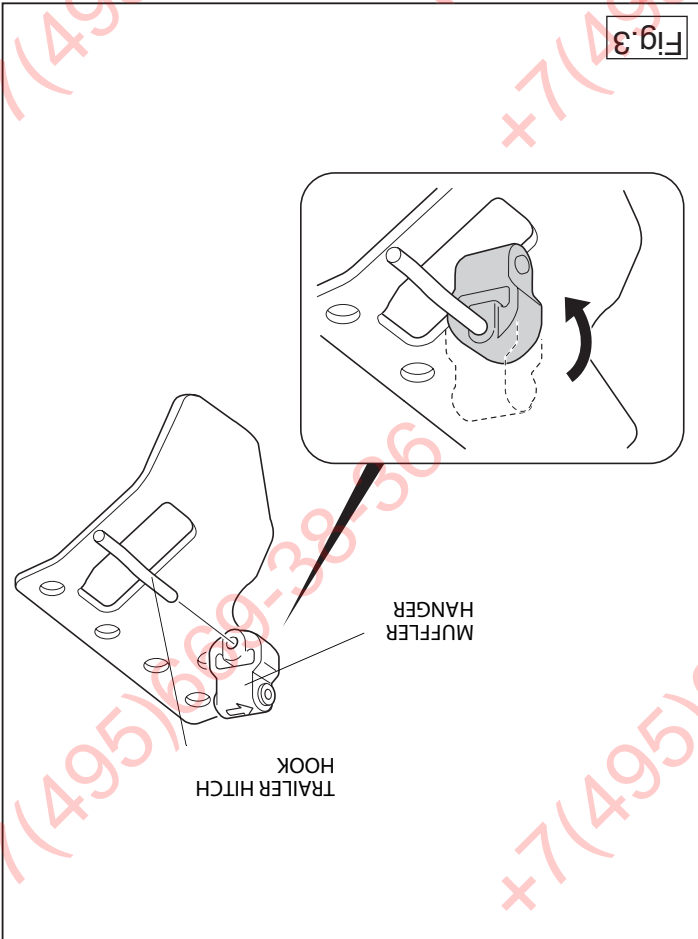

Fig. 3
3. Take the exhaust rubber from the suspension bracket and slide it over the pin to which the tow bar is welded. See figure 3.
3. Faire glisser le caoutchouc du collier de suspension qui a été détaché par dessus la goupille soudée à l'attache-remorque. Voir la figure 3.
3. Den Auspuffgummi vom gelösten Aufhängungsbügel abnehmen und diesen über den an die Anhängervorrichtung geschweißten Stift schieben. Siehe Abbildung 3.
3. Tag udstødningsgummiet fra den løsnede ophængbøjle og skub den over stiften, som er svejset på anhængertrækket. Se fig. 3.